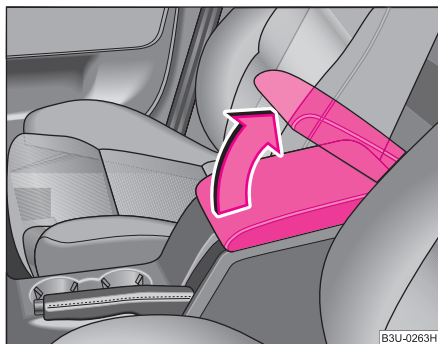

Fig. 103 Cotiera dintre scaunul conducătorului și scaunul pasagerului dreapta.
- Deschideți capacul ⇒ pagina 106, fig. 103.